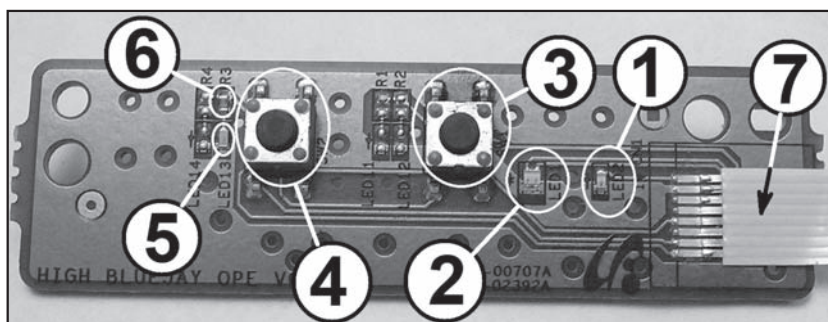

Рис. 1
- вынимают пылесборник (рис. 1а), после чего снимают боковые накладки, пред-